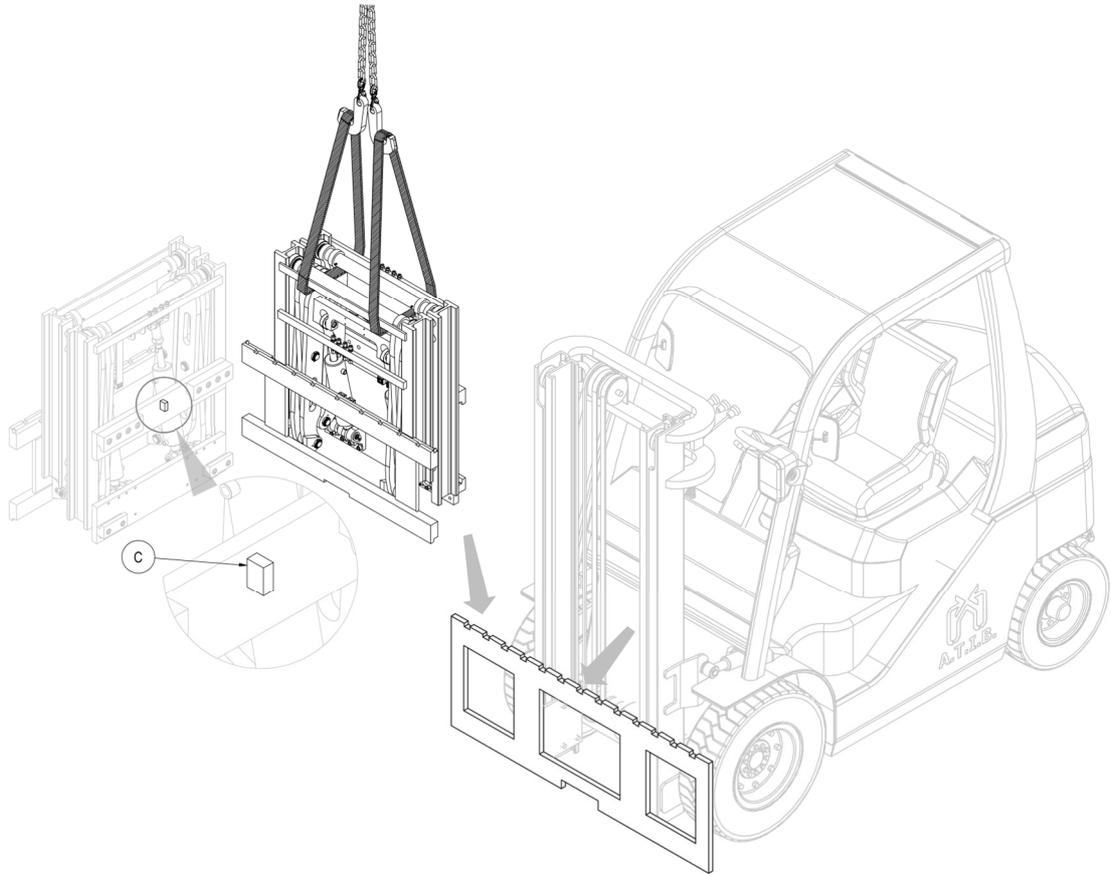

Figure 3
6. Avec un pont roulant ou un palan d'une portée suffisante, positionner l'équipement sur le tablier porte-fourches, en prenant soin d'encaster la dent de centrage **C** dans l'encoche centrale de celle-ci (voir *Figure 3*).
4. Soulever ensuite l'équipement avec un pont roulant ou un palan d'une portée suffisante et le retirer du chariot (voir *Figure 3* à la page 10).